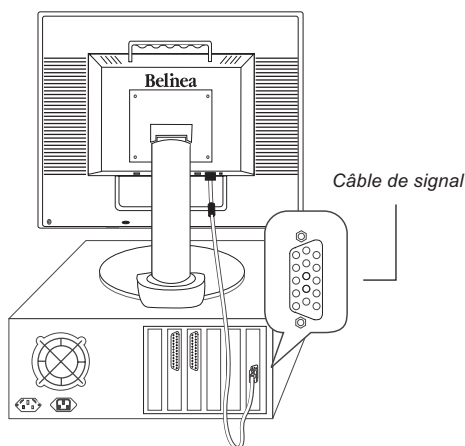
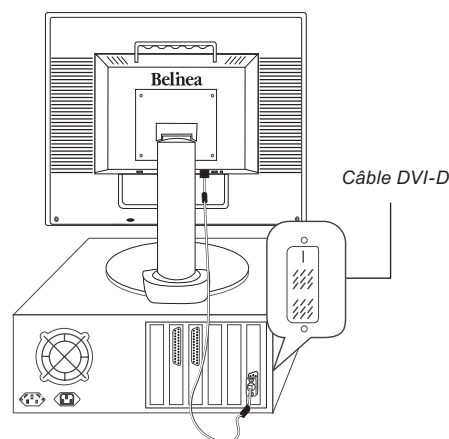

Figure 2a. Raccordement du moniteur au PC
Figure 2b. Connexion via l'interface DVI-D
2. Connectez le câble d'interface à 15 broches au moniteur et au PC (voir fig. 2a).
3. Le moniteur est équipé d'un connecteur DVI-D. Si vous utilisez une carte graphique dotée d'un connecteur DVI-D numérique (connecteur à 24 broches), connectez une extrémité du câble DVI-D (en option) au moniteur (voir fig. 2b) et l'autre extrémité au PC.
Input : Contrôle la sélection du signal d'entrée. Le moniteur vous permet d'établir les connexions suivantes : carte graphique analogique via l'interface de connexion D-Sub (voir fig. 2a), carte graphique numérique via l'interface de connexion DVI-D (voir fig. 2b).